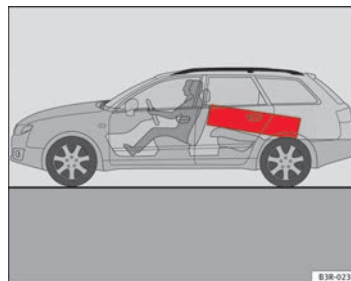

Abb. 114 Legen Sie schwere Gegenstände möglichst weit nach vorn.
- Schwere Gegenstände möglichst weit nach vorn legen ⇒ Abb. 114.